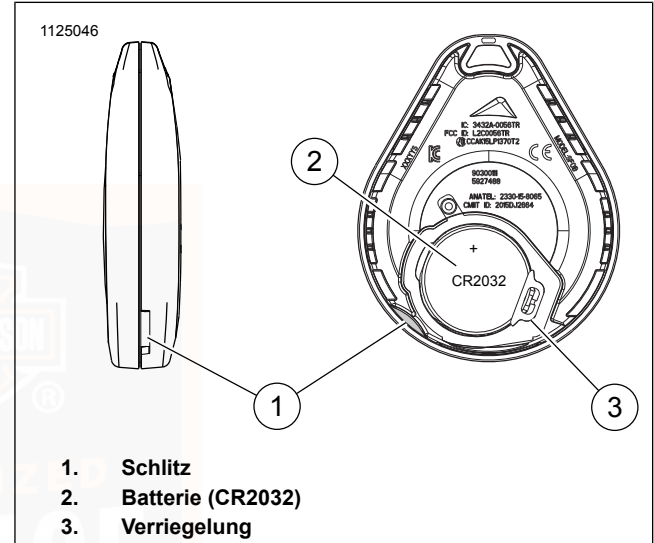

Abbildung 21. Schlüsselanhängerbatterie austauschen
- *Siehe Abbildung 21. Die Seriennummer auf dem Schlüsselanhänger befindet sich auch auf der Innenseite des Schlüsselanhängers.*
1. Siehe Abbildung 21. Zum Öffnen des Schlüsselanhängers den Schlitz (1) mit einem dünnen Gegenstand drehen.
2. Die Batterie (2) herausnehmen und gemäß den örtlichen Bestimmungen entsorgen.